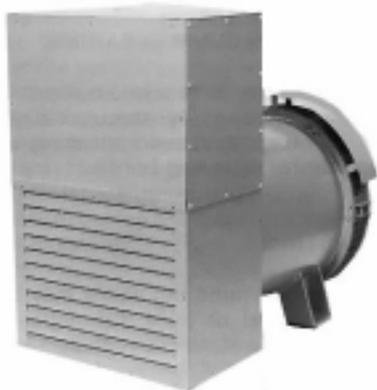

Figure 6-1
1. Démonter les couvercies de la boîte à bornes (Figure 6-1 et 6-2)